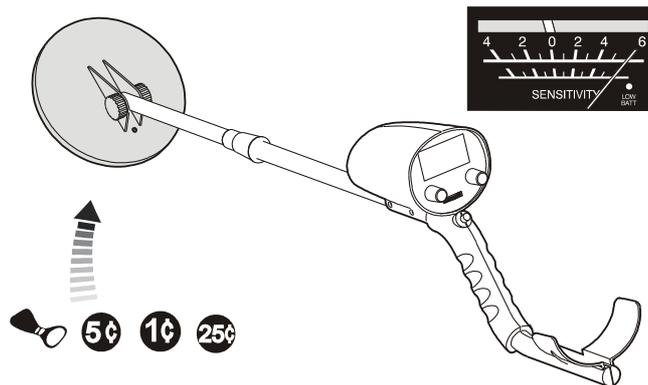

Abb. 12
- Nähern Sie sich mit der Suchspule anderen eisenfreien Gegenständen. Der Messzeiger schlägt nach rechts aus und der Ton nimmt an Stärke zu. (Abb. 12)